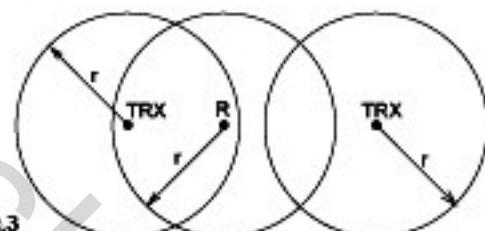

Рис.3
- Приёмнику тяжело обнаружить слабый радиосигнал на большой контролируемой площади, что требует использования одного или более ретрансляторов для уверенного охвата нужной территории. На рис. 3 показан пример использования ретранслятора с применением ручных брелков-передатчиков UMB100H на большом участке.